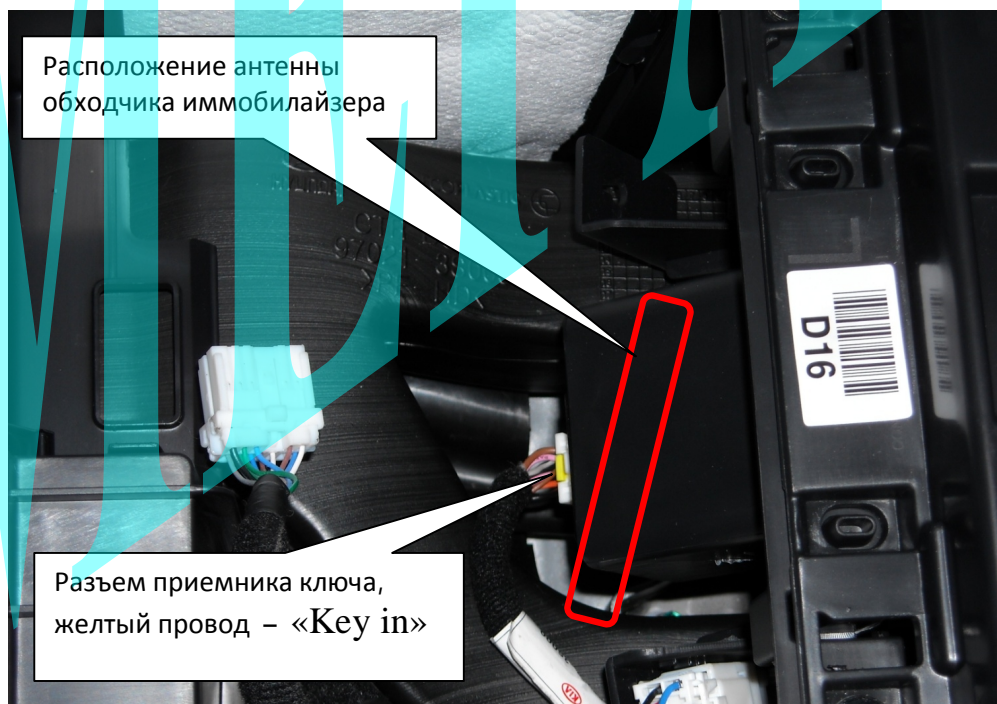

Рис. 7. Место расположения антенны обходчика иммобилайзера Scher-Khan BP – 3. Подключение статуса «Key in».
Внешнюю антенну обходчика на автомобилях с системой "Smart Key" расположить как на рис. 7.
- на автомобилях с системой "Smart Key" для этого подключаем желтый/белый провод разъёма CN5 системы Scher-Khan Logicar 4, **запрограммировав функцию 2-14 в значение 3** к желтому проводу держателя ключа (см. схему 1, рис. 7).